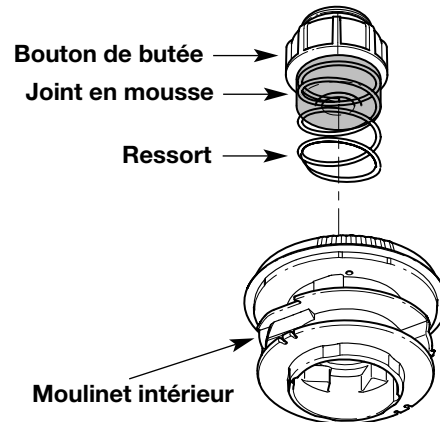

Fig. 14
1. Retirez le bouton de butée, le ressort et le joint en mousse en tournant le bouton de butée à gauche (Fig. 14).
2. Tirez le bouton de butée, le ressort et le joint en mousse (Fig. 14).
3. Retirez de la bobine extérieure le moulinet intérieur avec son fil (Fig. 14).
7. Placez le bouton de butée, le ressort et le joint en mousse dans la bobine extérieure (Fig. 14).